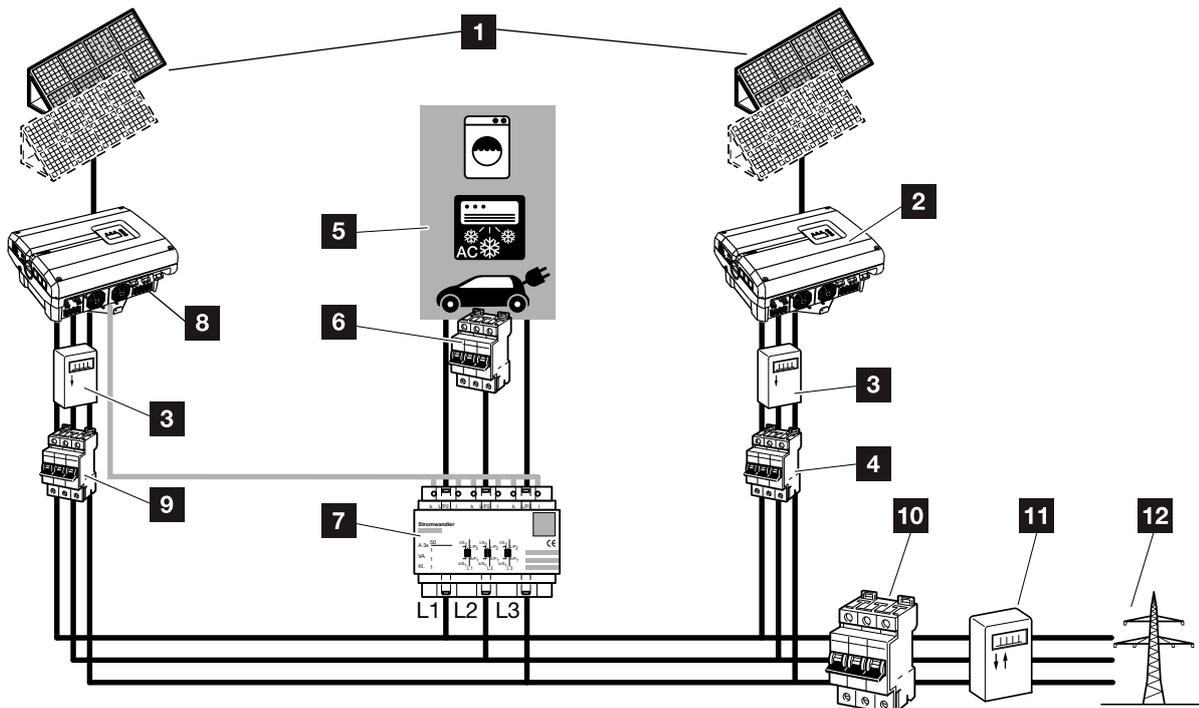
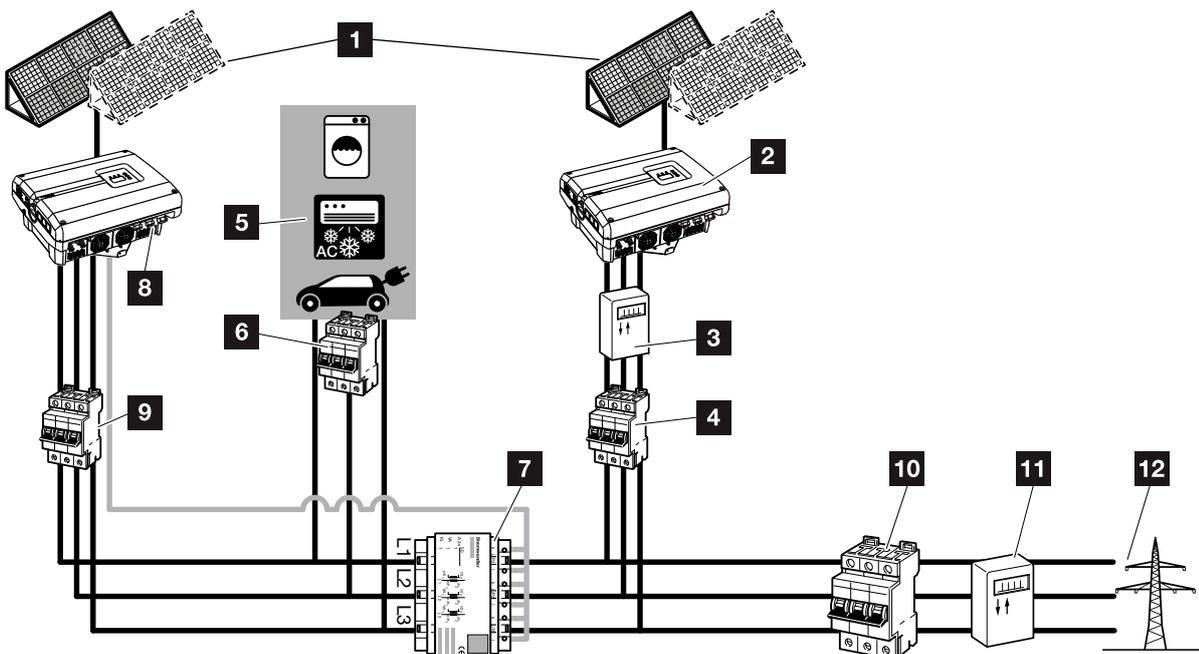

Abb. 78: Anschluss mehrerer Wechselrichter - Stromsensorposition Modus 1 - Hausverbrauchsdaten (möglich ab PIKO 4.2)
Abb. 79: Anschluss mehrerer Wechselrichter - Stromsensorposition Modus 2 - Netzverbrauchsdaten (möglich ab PIKO 4.2)
2. Wechselrichter wie in den Abbildungen  **Abb. 78, Abb. 79** in das System integrieren und fachmännisch anschließen